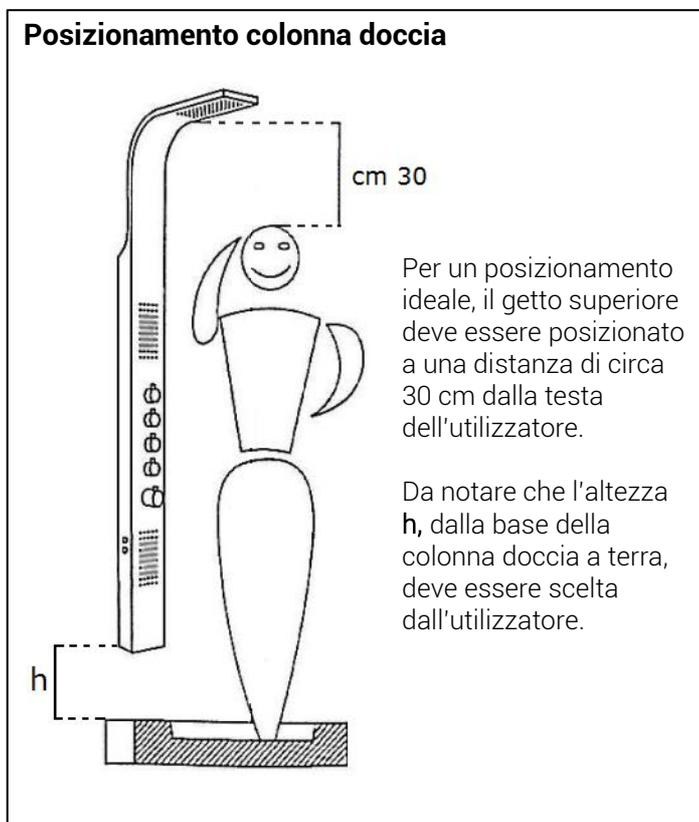
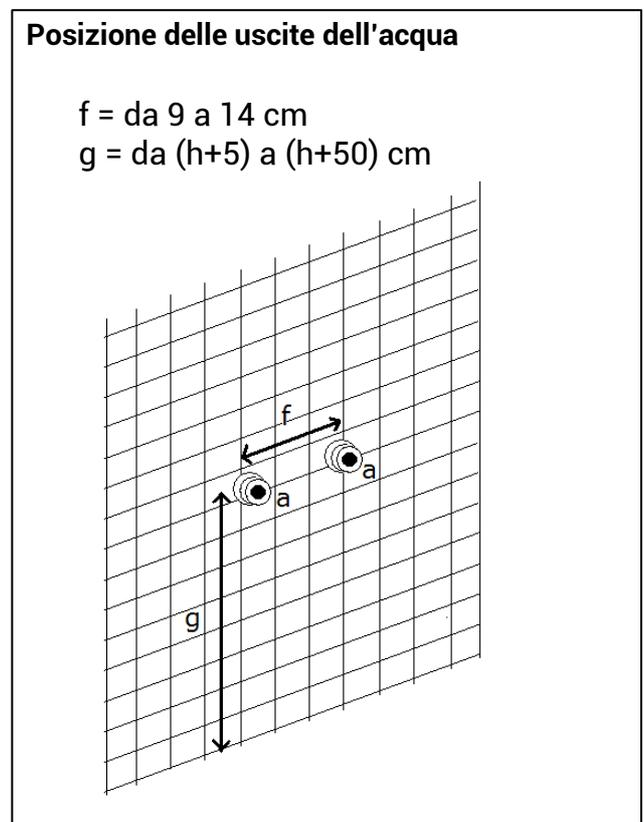

Figura 1
Figura 2
1. Stabilite l'altezza (h) e la posizione della colonna doccia al muro (*figura 1*). Per un posizionamento ideale, il getto superiore deve essere posizionato a circa 30 cm dalla testa dell'utilizzatore. Da notare che l'altezza (h) della colonna da terra deve essere scelta dall'utilizzatore.
2. Assicuratevi che le uscite dell'acqua a muro rientrino nell'intervallo di regolazione indicato in *figura 2*. NB: per il calcolo dell'altezza "g" è necessario stabilire l'altezza "h" della colonna da terra (vedi *figura 1*).